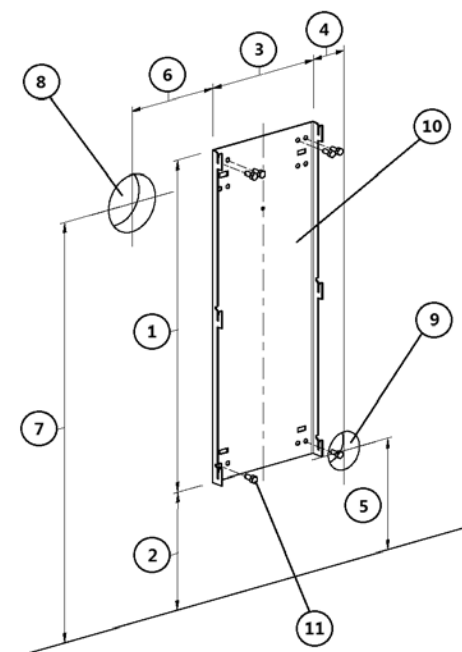

Fig. 29 - Fixation au mur non inflammable
- Fixez au mur avec le support arrière avec chevilles métalliques aptes à supporter le poids du poêle (voir Fig. 29).